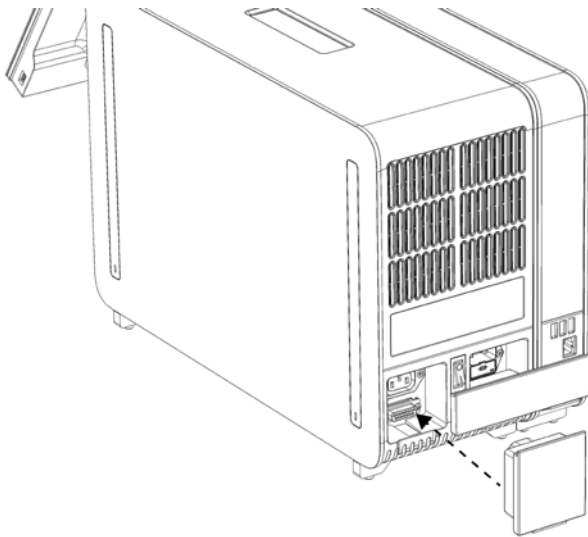

Abbildung 9: Verbinden des Abschlussstücks
6. Verbinden Sie das Abschlussstück mit dem Analysemodul an dessen Rückseite (Abbildung 9).